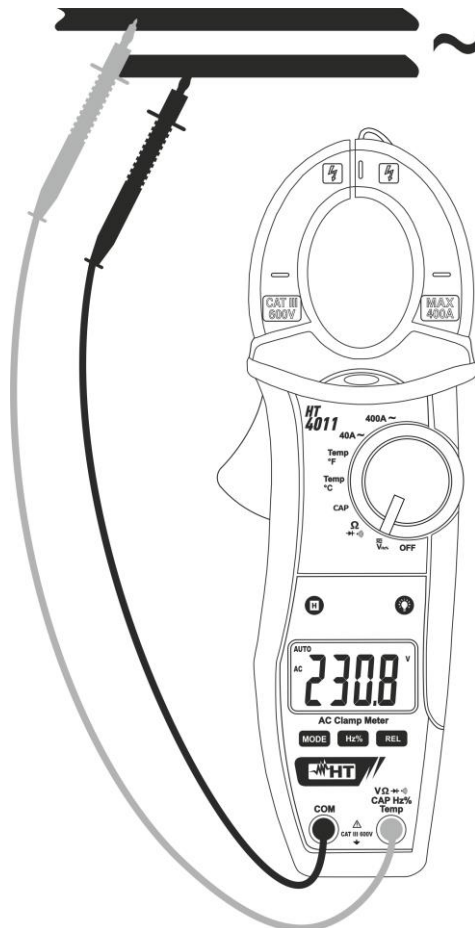

Fig. 4: Uso da pinça na medição de tensões CA
5. Colocar as ponteiros nos pontos pretendidos do circuito em exame (ver Fig. 4). O valor da tensão é apresentado no display.